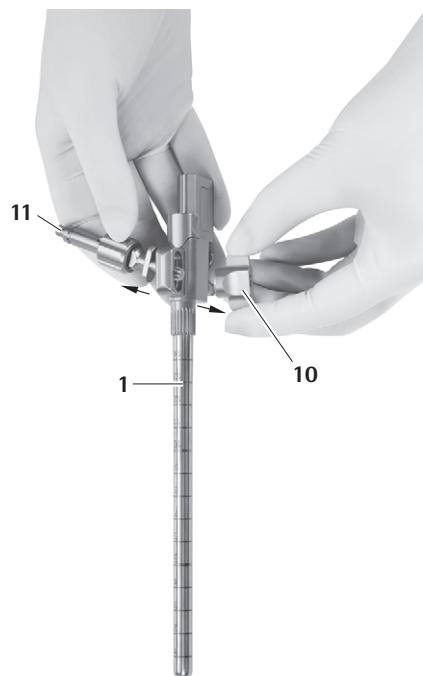

Fig. 13
- ▶ Scoateți adaptorul pentru brațul de susținere 11, vezi Fig. 13.